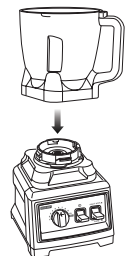

Fig. 15
- 3 Alignez et déposez le bol sur le bloc-moteur. (Fig. 15) La poignée doit être légèrement orientée à la droite du symbole de verrouillage "LOCK" du bloc-moteur.